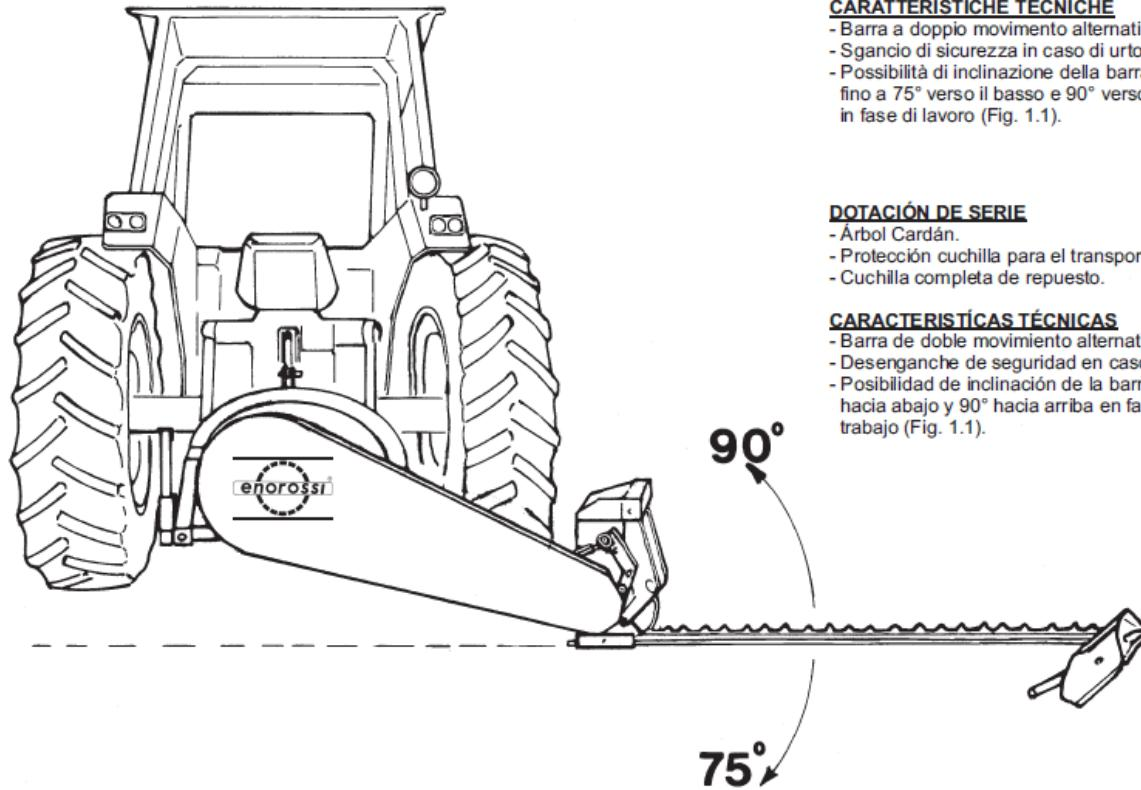

FIG. 1.1
Blade inclination up to 75° downwards and 90° upwards (Fig. 1.1).
- Posibilidad de inclinación de la barra hasta 75° hacia abajo y 90° hacia arriba en fase de trabajo (Fig. 1.1).
- Possibilité d'inclinaison de la barre jusqu'à 75° vers le bas et 90° vers le haut en phase de travail (Fig. 1.1).